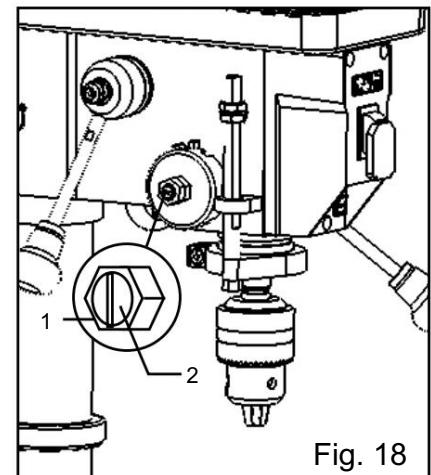

Fig. 18
« JEU » ANGULAIRE DE LA BROCHE (FIG. 18)
1. Desserrez l'écrou extérieur (Fig. 18 - 1) d'environ 1/8 pouce.
2. Sans gêner le mouvement ascendant et descendant de la broche, tournez la vis (Fig. 18 - 2) dans le sens des aiguilles d'une montre pour éliminer le « jeu ».
3. Serrez le contre-écrou (Fig. 18 - 1).